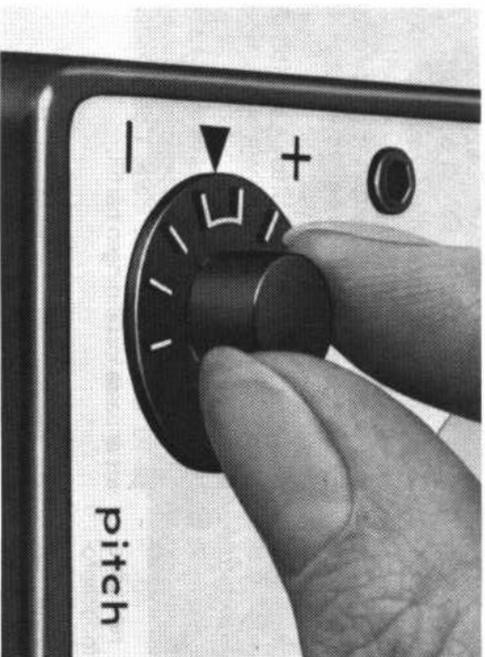

Fig. 25
Pitch control is correctly calibrated when with the platter speed set to exactly 33 1/3 rpm (lines on stroboscope disc appear to stand still) the marking on knob (2) is within the zero range of the scale (Fig. 25).
stehen) sich die Markierung am Drehknopf (2) innerhalb des Nullbereiches der Skala befindet (Fig. 25).